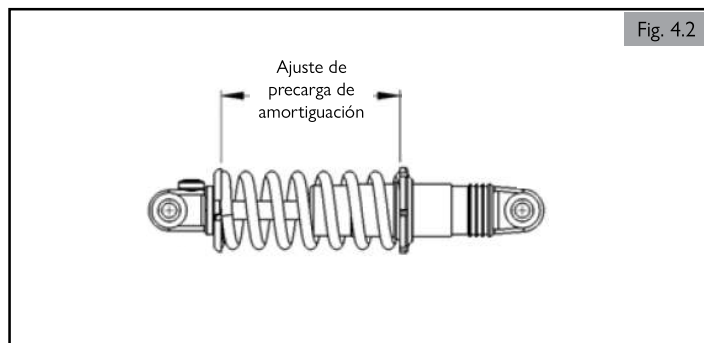

Fig. 4.2
4.8 Ajuste del collarín del muelle de suspensión (Fig. 4.2)